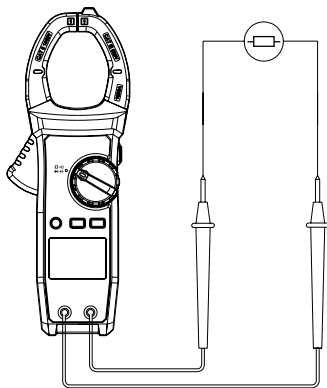

Рис.7 Проверка целостности
2) Установите переключатель на «••») и подсоедините щупы тестовых проводов к проверяемому элементу цепи (см. рис. 7). При значении сопротивления элемента цепи <30 Ом, цепь считается целостной, будет звучать непрерывный звуковой сигнал. Если сопротивление между контактами превышает 50 Ом, то звуковой сигнал отсутствует.